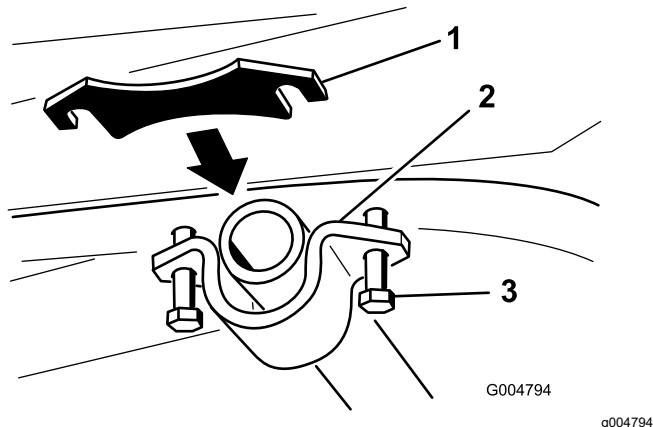

Figura 22
6. Slăbii uruburile care fixează suportul tubului pivotant pentru a crea o deschidere între cadru i suportul tubului pivotant (Figura 22).